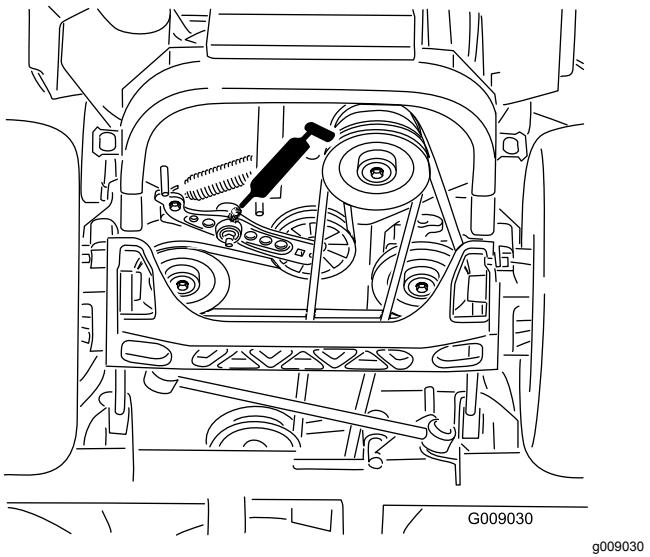

Figure 47
- Graissez le bras de la poulie de tension de la courroie d'entraînement (Figure 47).